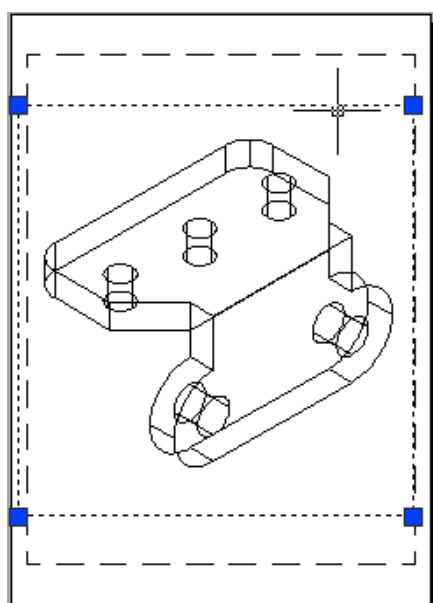

Рис. 3.33
3. Удалите видовой экран, созданный программой. Щелкните мышкой по его границе (см. рис. 3.33) и нажмите клавишу **Delete** на клавиатуре.